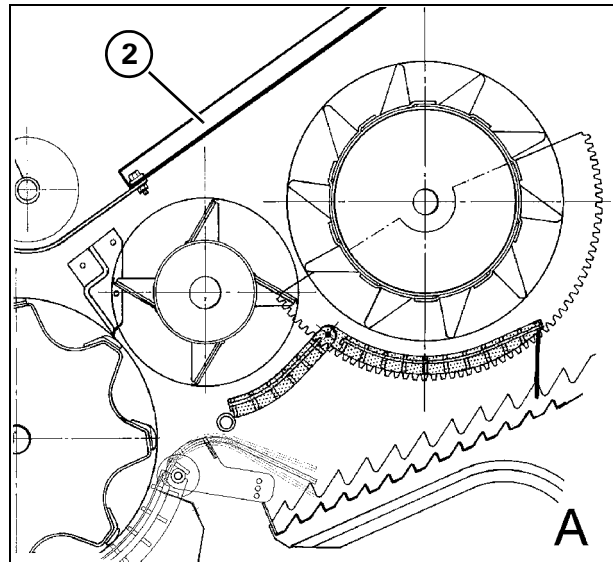

Рис. 51
- А.) С универсальным триером и включенными решетками (Рис. 51)